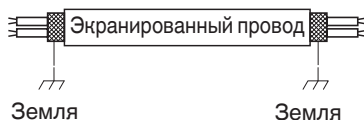

Рис. 4-6
- (5) Используйте экранированные провода для межблочной проводки управления (с) и заземлите оплетку с обеих сторон, в противном случае возможно нарушение работы из-за помех. (Рис. 4-6) Подключите проводку, как показано в Разделе "4-3. Схемы электропроводки системы".